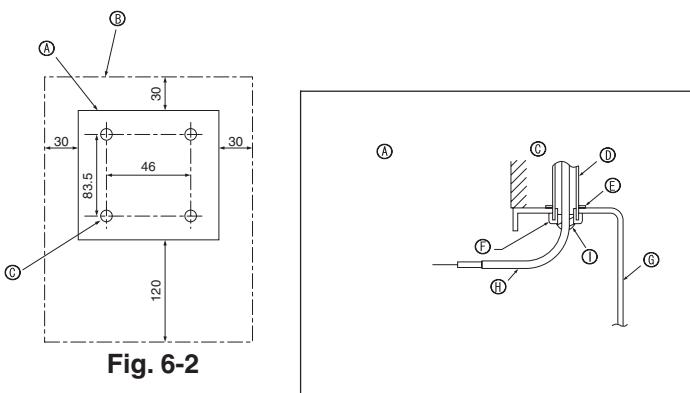

Fig. 6-2
(1) Sélectionner l'endroit d'installation de la télécommande. (Fig. 6-2)
#### [Fig. 6-2]